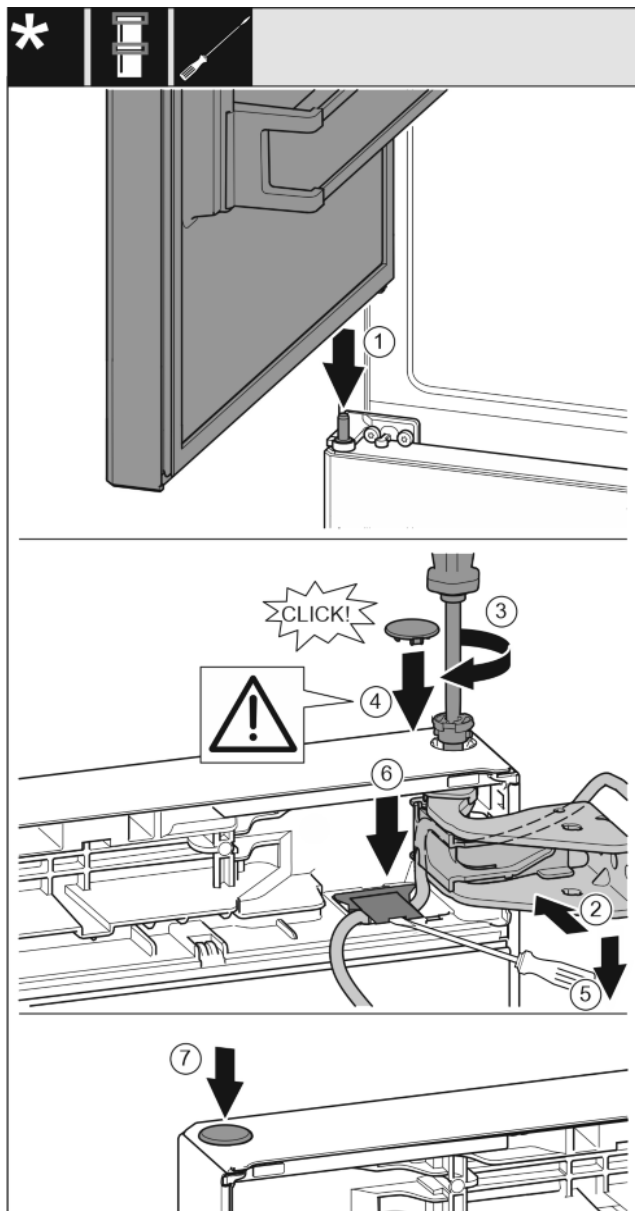

Fig. 33
- Stavite gornja vrata na srednji podložak ležaja Fig. 33 (1)
- Poravnajte gornja vrata prema otvoru u podlošku ležaja. Fig. 33 (2)
- Umetnite svornjak i zavijte odvijačem T15. Fig. 33 (3)
- Montirajte sigurnosni pokrov radi osiguranja vrata: Umetnite sigurnosni pokrov i provjerite naliježe li na vrata. U protivnom u potpunosti umetnite svornjake. Fig. 33 (4)
- Ravnim odvijačem podignite pokrov i potom ga izvucite. Nakon toga umetnite kabel ispod. Fig. 33 (5)
- Ponovo umetnite pokrov i pritisnite ga prema dolje dok se ne uglati. Fig. 33 (6)
- Umetnite čep. Fig. 33 (7)